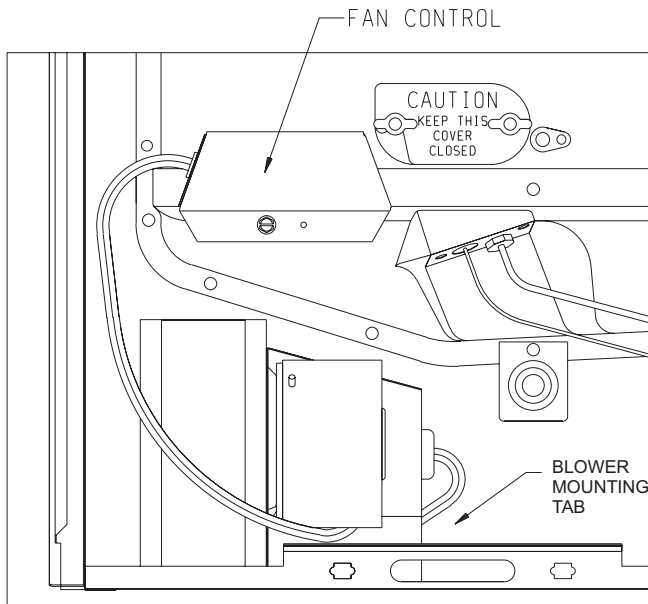

Figura 1
**INSTALANDO EL VENTILADOR OPCIONAL DVB-1** El ventilador debe ser ubicado como se muestra en la Figura 1. Reubique la línea de gas, si fuera necesario, usando el codo tenedor en válvula de gas, y mueva el generador piezo eléctrico al tornillo siguiente. Una ranura en el fondo del paquete del ventilador agarra una lengüeta en el fondo de la carcasa interna y se asegura a ésta con un tornillo en el frente.